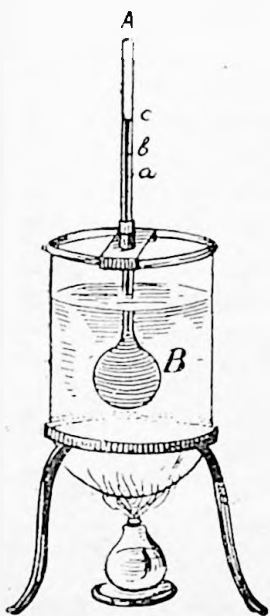

Fig. 2
**Dilatarea corpurilor lichide.** — *Experiență.* — Luăm un balon de sticlă *B* (fig. 2), la care e lipit tubul subțire *A*. Împlem balonul cu apă colorată până în dreptul diviziunii *b* și-l introducem apoi într'un vas cu apă încălzită de o flacăre. Privind cu atenție nivelul *b* al apei din tub, vom